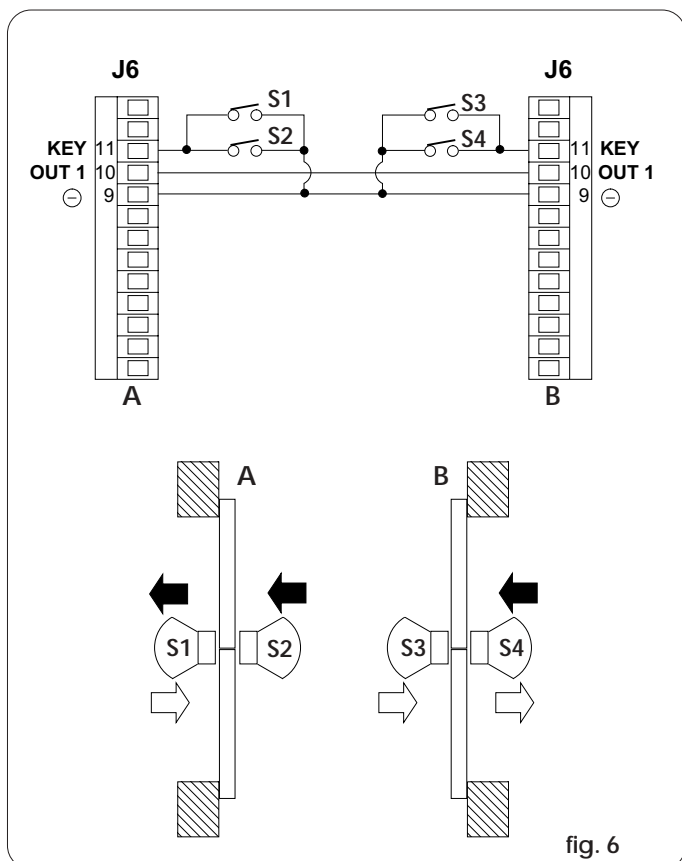

fig. 6
- Eseguire i collegamenti tra le morsettiere J6 delle due schede SDM, e dei sensori come da fig.6 .